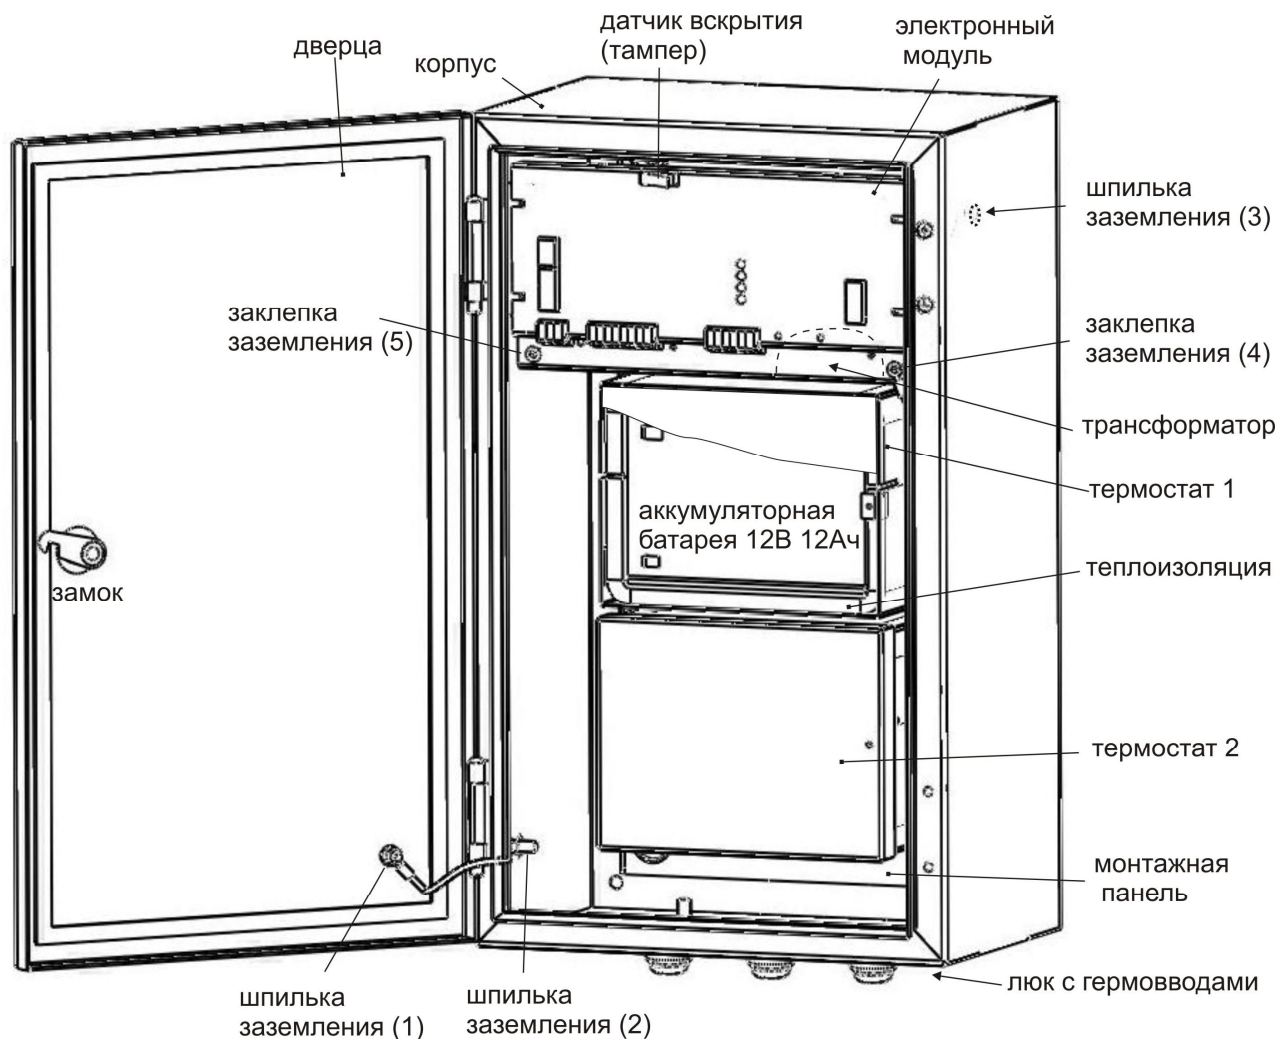

рис.1. Блок источника резервированного питания БИРП-Т.
Снимите с сетевого кабеля часть оплетки с тем, чтобы сетевые провода подключить к соответствующим контактам на модуле (соблюдая фазировку), а провод заземления к шпильке заземления (2), расположенной в нижней части основания корпуса (см. рис.1). Затяните гайку до обеспечения жесткой фиксации проводов.